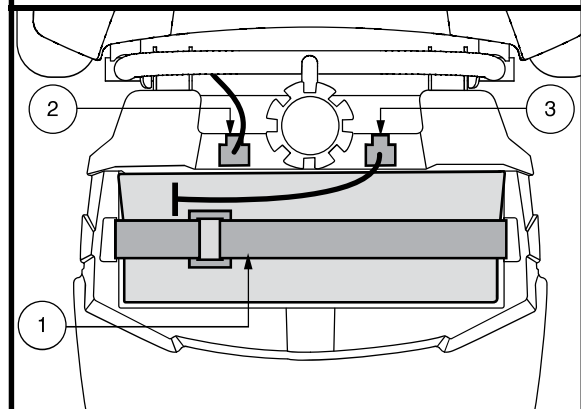

Figura 24. Fascetta di fissaggio delle batterie
1. Scollegare il cavo della batteria e rimuovere il pacco batteria dal miniscooter. Vedere figura 24.
2. Scollegare le cinghie della batteria e la fascetta difissaggio, quindi rimuovere la batteria dal miniscooter. **Vedere figura 24.**